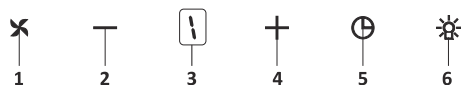

Fig. 16: Pulsante 5 Spd Dig
- 1.** ➤ Premere questo tasto per accendere il prodotto. Fig. 16
- 2.** ➤ Premere questo pulsante per ridurre la velocità del motore. Fig. 16
- 3.** ➤ Dig display (display digitale) È possibile seguire la velocità in cui il prodotto è attualmente in funzione su questo display. Fig. 16
- 4.** ➤ Premere questo pulsante per aumentare la velocità del motore. Fig. 16
- 5.** ➤ Quando il tasto timer viene premuto, viene attivata una funzione timer di 15-minuti; il display emette un segnale quando parte il timer e il motore si arresta automaticamente dopo 15 minuti. Fig. 16
- 6.** ➤ Premere il pulsante per accendere e spegnere la lampada. Fig. 16